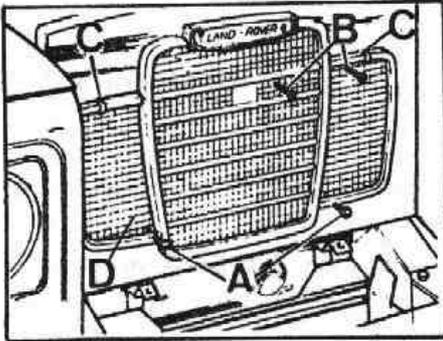

Fig. Q-3 Elementos de fijación de la rejilla del radiador
- 1.4. Desmontar la rejilla, D (Fig. Q-3) del radiador, soltando sus elementos de fijación, A, B y C.